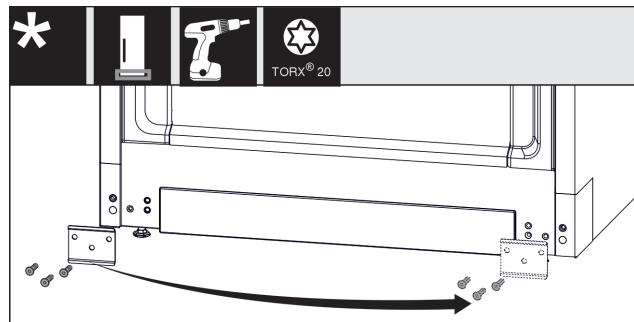

Fig. 13
- ▶ Odvijte pločevino, prestavite jo na drugo stran in nato znova privijte. Fig. 13 (1)